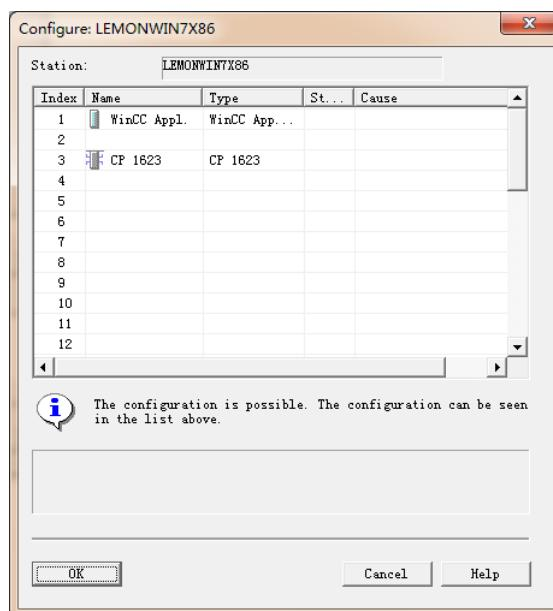

图 16
(H) 选择 OK, 下载 OS 站组态信息, 如图 16 所示。